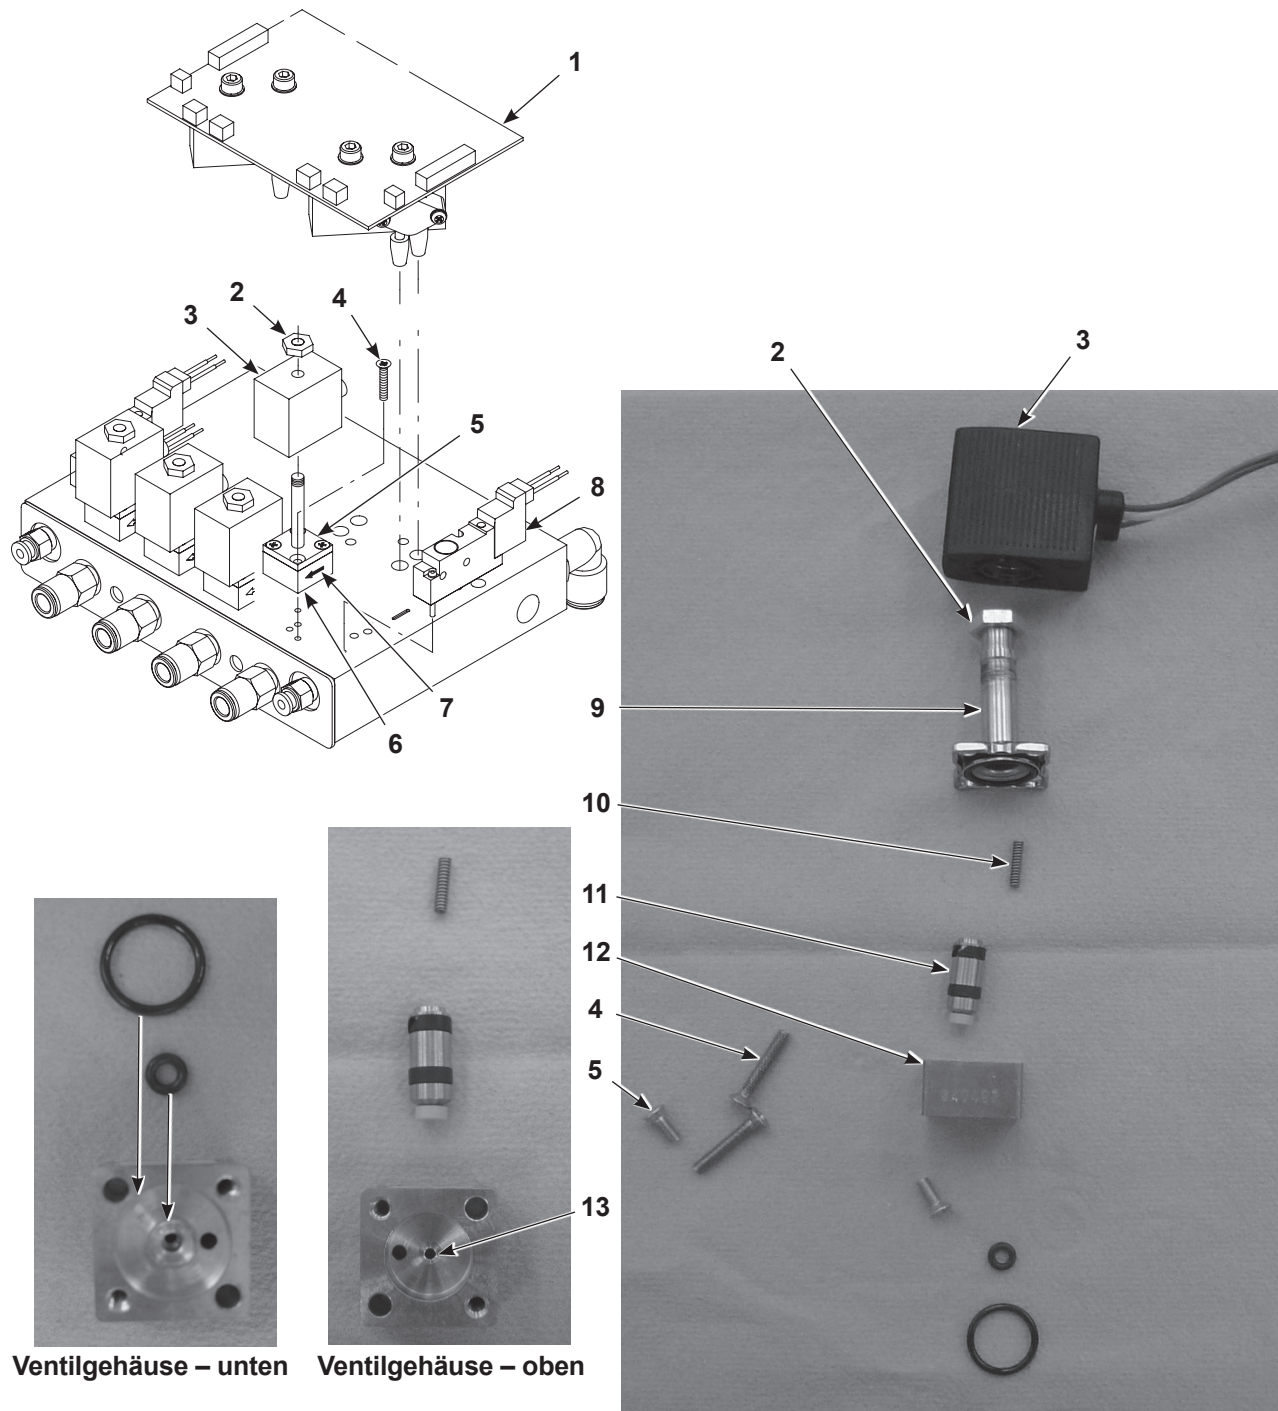

Abbildung 5-1 Entfernen und Ersetzen des Proportionalventils am iFlow Modul
Siehe Abbildung 5-1. Zufuhr von verunreinigter Luft kann zu Fehlfunktionen des Proportionalventils (6) führen. Zum Zerlegen und Reinigen des Ventils die nachstehenden Anweisungen befolgen.
1. Spulenkabel (3) von der Platine (1) trennen. Mutter (2) und Spule vom Proportionalventil (6) abnehmen.
2. Die zwei langen Schrauben (4) abnehmen, um das Proportionalventil vom Verteiler abzunehmen.
Siehe Abbildung 5-1. Zum Abnehmen der Magnetventile (8) für Applikatorluft die zwei Schrauben im Ventilgehäuse abnehmen und das Ventil vom Verteiler abheben.